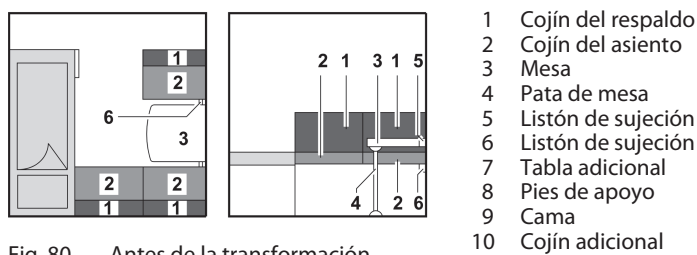

Fig. 80 Antes de la transformación
- Desplazar la mesa (Fig. 80,3) 45° hacia arriba y extraer el listón de sujeción superior (Fig. 80,5).
- Retirar el pie de la mesa (Fig. 80,4).
- Meter el listón (Fig. 80,6) o tirarlo hacia el centro. El listón está en la posición correcta si apoya el tablero de mesa directamente detrás del alojamiento para la pata de mesa.